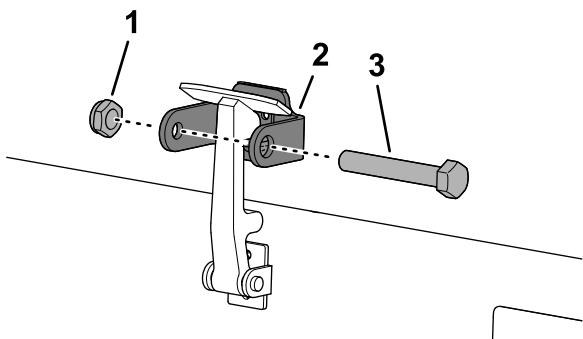

Figura 20
7. Aperte o parafuso no outro braço do suporte do trinco do capot e prenda o trinco na posição (Figura 20).